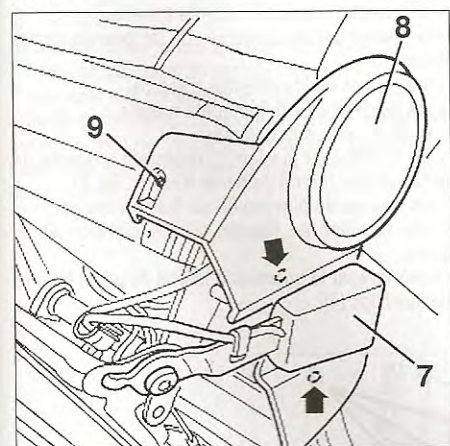

FIG. 12
- Desmontar la hebilla (7) de bloqueo del cinturón (fig. 12).
- Desmontar el tornillo de fijación trasera (9) de la guarnición lateral (8) del asiento.